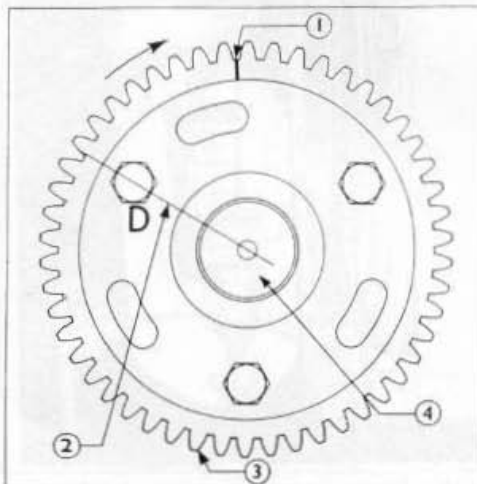

Fig. 13 = Creation de repères sur un pignon d'arbre à cames neuf
6. Si le pignon d'arbre à cames utilisé ne porte pas de repère, tracer une ligne rejoignant le centre de l'arbre à cames au centre du trou lisse adjacent au repère 'D' du pignon d'arbre à cames (Fig. 13).